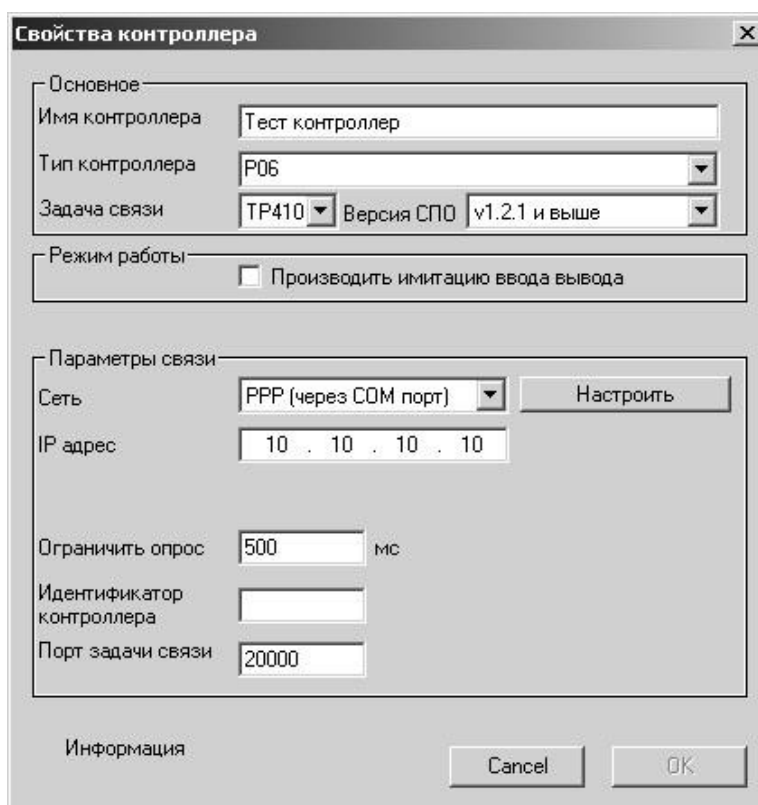
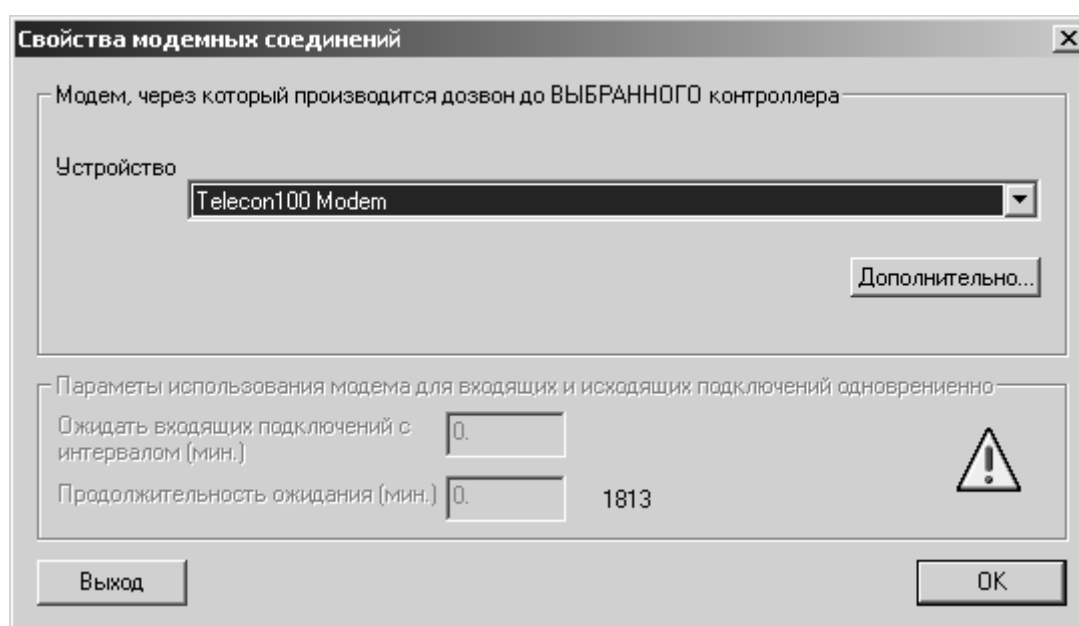

Рисунок 4.9 - PPP через COM-порт
Рисунок 4.10 - Свойства модемных соединений
- устройство, через которое производить подключение. Для того чтобы задать устройство, нужно нажать на кнопку **«Настроить»** (см. Рисунок 4.8) и в окне «Свойства модемных соединений» (см. Рисунок 4.10) задать необходимые параметры. После нажатия на кнопку **«ОК»** будет произведено подключение к указанному модему, установлено соединение по протоколу PPP и начата работа с контроллером;
- COM-порт, через который производить подключение, для чего нажать на кнопку **«Настроить»** (см. Рисунок 4.9) и в окне «Свойства модемных соединений» (см. Рисунок 4.10) задать необходимые параметры. В системе должно быть сконфигурировано стандартное устройство «Последовательный кабель для связи компьютеров», которое должно быть подключено к нужному COM-порту. Именно его и нужно выбирать в окне «Свойства модемных соединений». После нажатия на кнопку **«ОК»** будет произведено подключение через указанный кабель, установлено соединение по протоколу PPP и начата работа с контроллером.
При нажатии на кнопку **«Настроить»** (см. Рисунок 4.8 и Рисунок 4.9) происходит вызов окна настройки модемных соединений (см. Рисунок 4.10).